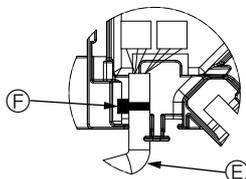

Fig. 10-10
• Поместите ленту, фиксирующую провод мотора дефлектора, в коннекторную коробку, как показано на схеме. (Fig. 10-10)